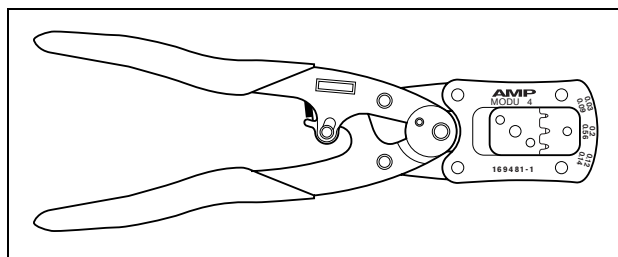

Abbildung 21.15: Tyco-Zange AMP Modu 4 169481-1
- Tyco-Zange AMP Modu 4 169481-1 (siehe Abbildung 21.15)